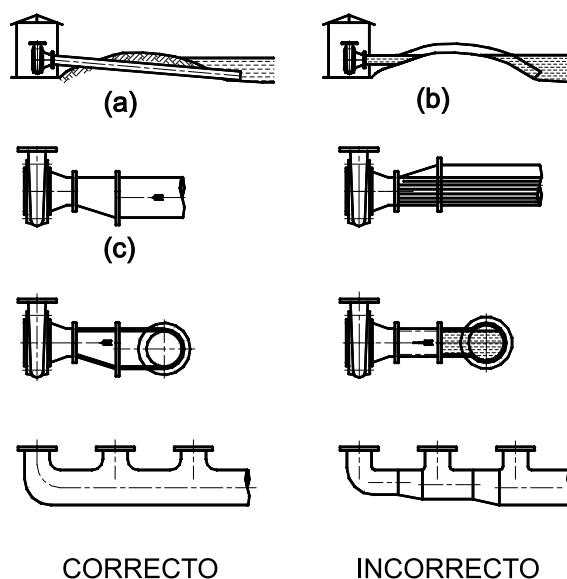

Fig. 2. Tubería de succión
6.2.1 Tubería de Succión (Ver Fig. 2)